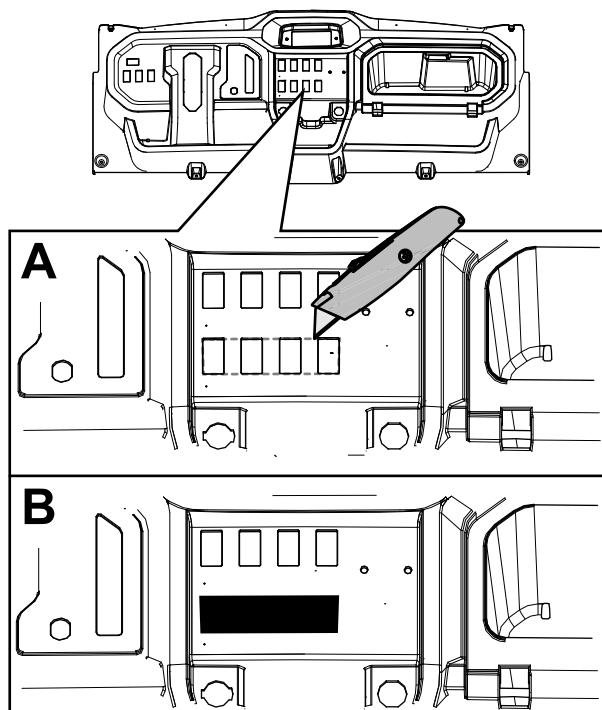

Figure 3
1. Retirez les 4 caches d'interrupteur sur le tableau de bord et découpez le matériau entre les découpes des interrupteurs (Figure 3).